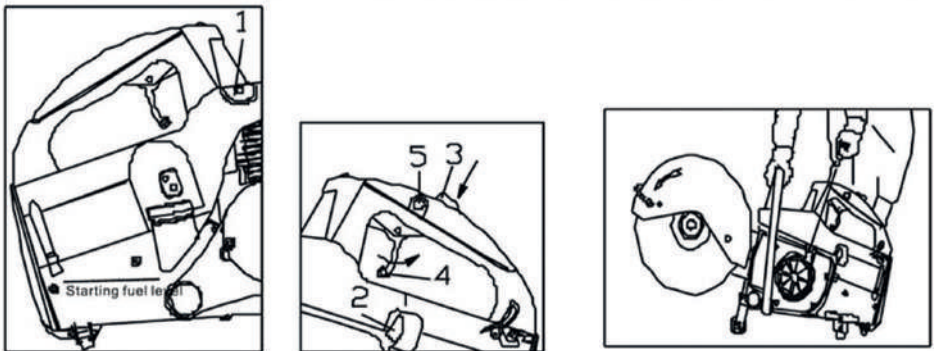

Рис. 3
5) Установите кожух (2), установите и затяните шестигранником болты (1).
6. ЗАПУСК (см. рис. 3)
7. РАБОТА (см. рис. 3)